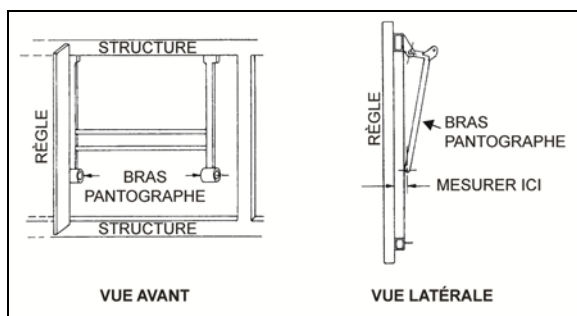
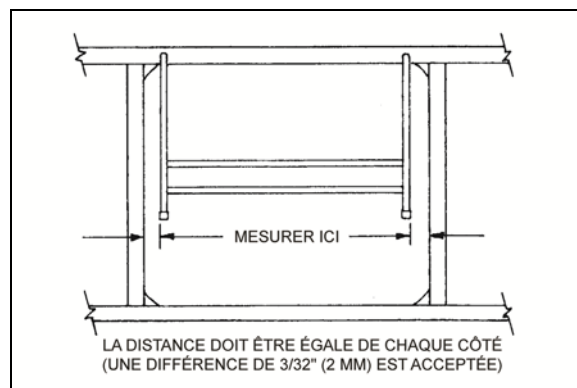

FIGURE 58 : AJUSTEMENT D'UNE PORTE À PANTOGRAPHE 18062
FIGURE 59 : AJUSTEMENT D'UNE PORTE À PANTOGRAPHE 18063
Mesurer la distance entre l'extrémité de l'un des bras du pantographe et un bord droit de la structure. Répéter la procédure pour l'autre bras. La distance doit être égale des deux côtés. Si ce n'est pas le cas, incliner le bras approprié jusqu'à ce que la mesure souhaitée soit obtenue (Figure 58 et Figure 59).
5. Lorsque la porte est droite, enlever les morceaux de bois et vérifier que la porte fonctionne et est ajustée correctement. Une différence de $\frac{3}{32}$ po (2 mm) est acceptée entre les deux côtés (Figure 59).